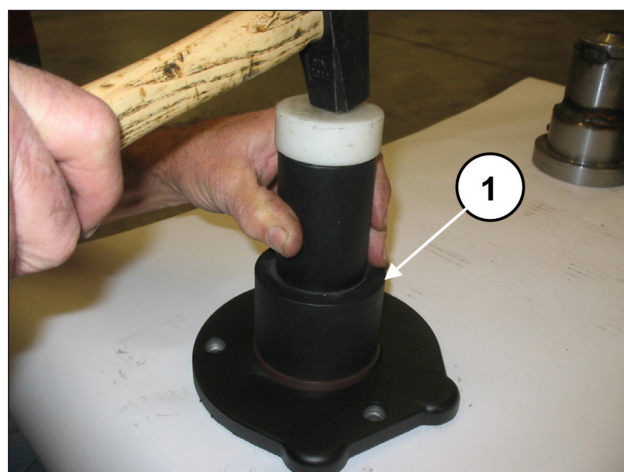
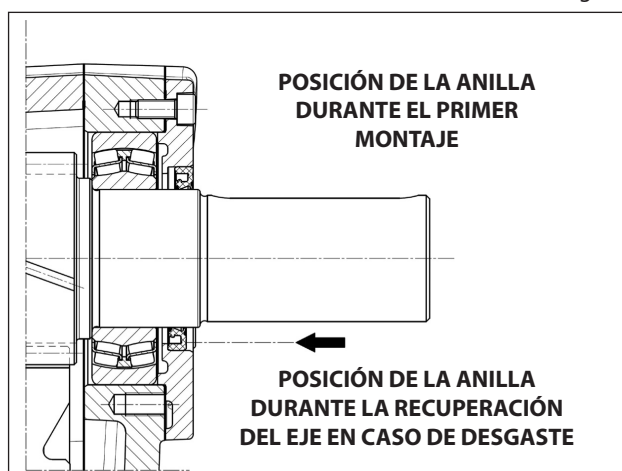

Fig. 70
Fig. 71
Introducir el retén en la brida del reductor utilizando las herramientas cód. 27515900 y 27548200 (pos. ①, Fig. 70). Antes de montar el retén, comprobar las condiciones del labio de estanqueidad. Si se ha de sustituir, colocar una anilla nueva en el fondo del alojamiento como se indica en la Fig. 71.